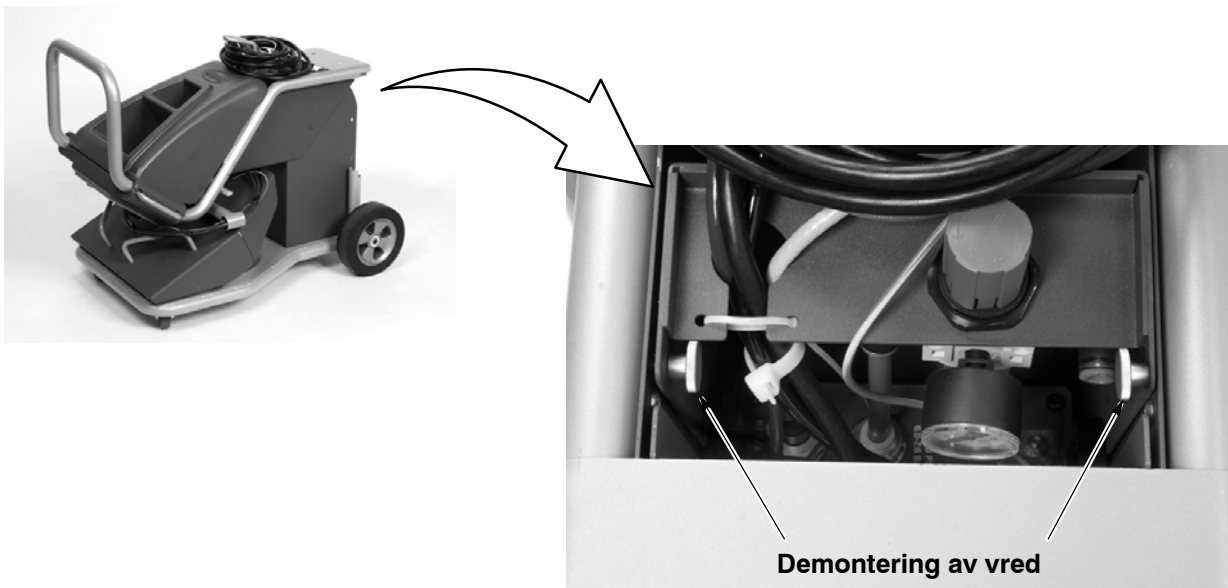

Bild 2-4 Förberedelser för att fälla upp vagnens handtag
1. Se bild 2-4. Kraftenhetens låda sitter på vagnens baksida. Skruva av de två vreden på lådans sidor så att handtaget släpper från basen. Spara vreden så att handtaget kan fästas i moment 3.